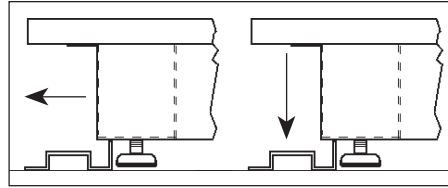

Figura 1
- Coloque los soportes del suelo de modo que la ranura abierta mire hacia delante y esté alineada con las marcas de las patas. Vea la Figura 1. Verifique que las dimensiones entre los centros indicadas en la Figura 1.